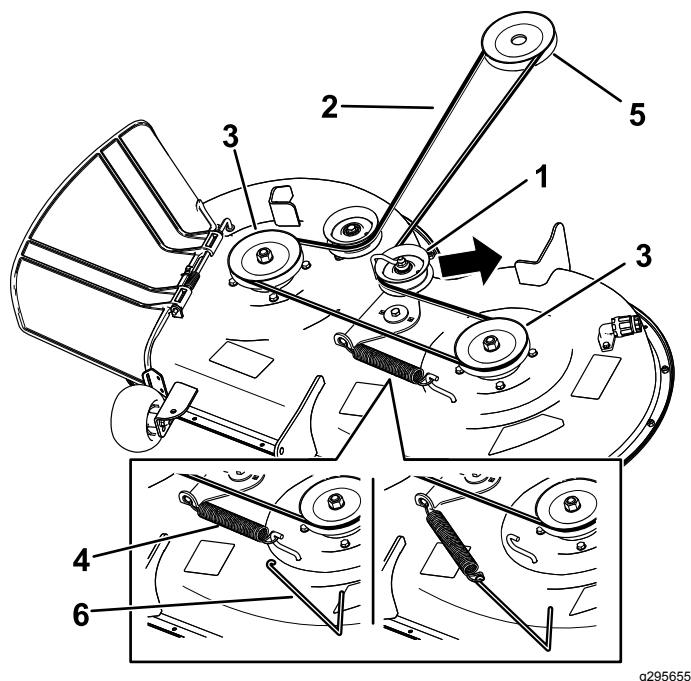

Figura 54
2. Tornillos (3)
6. Con una herramienta para la retirada de muelles (Pieza Toro N° 92-5771), retire el muelle tensor del gancho de la carcasa para eliminar la tensión de la polea tensora y retire la correa de las poleas (Figura 54).
7. Pase la correa nueva alrededor de las poleas del motor y del cortacésped (Figura 54).
8. Con una herramienta para la retirada de muelles (pieza Toro n.º 92-5771), instale el muelle tensor sobre el gancho de la carcasa y tense la polea tensora y la correa del cortacésped (Figura 54).